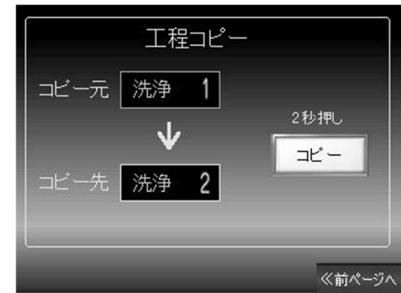

図 7-9
- ・ コース番号部を押し、テンキーでコピー元とコピー先のコース番号を入力します。(図 7-9)